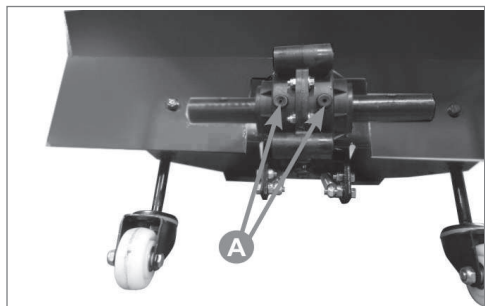

Рис. 15
4. Снять две резиновые заглушки А отверстий для заправки смазки редуктора (Рис. 15).